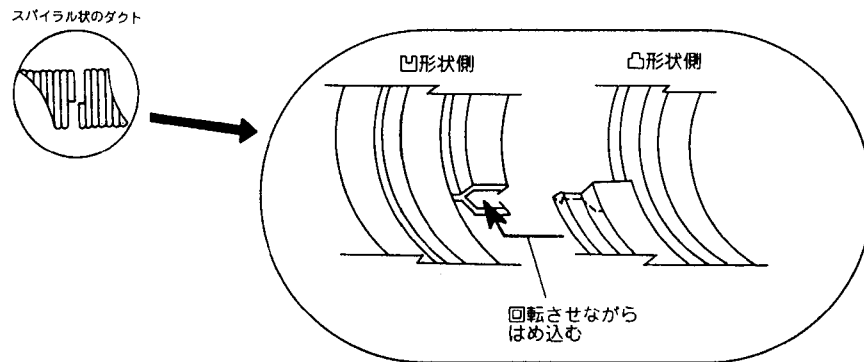

図2
(2)ダクトは一端が凸形状、他端が凹形状となっており、凸部と凹部を時計方向に回転させながらはめ込むことにより接続することができます。〔図2〕